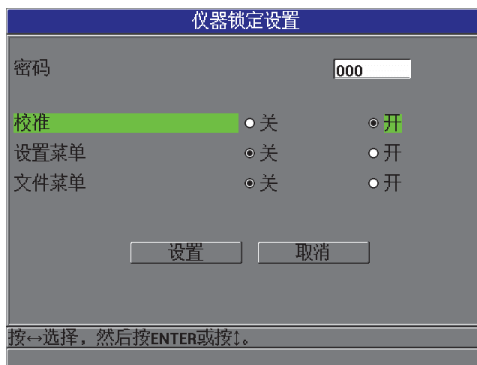

图 5-11 仪器锁定设置屏幕
2. 在**仪器锁定设置**屏幕中（参见第 91 页的图 5-11），如果已设置了密码，则在**密码**栏区输入这个密码。然后执行以下步骤，锁定或解锁仪器的功能。